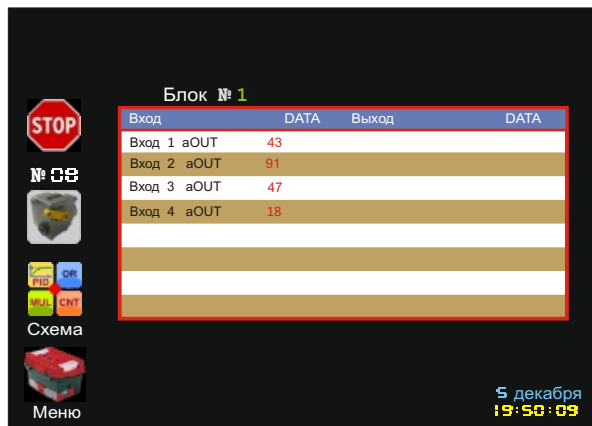

Рис. 32. Меню "Процесс" (Блок "Аналоговый вывод")
9.1.17 В меню **Процесс** блок Аналоговый вывод представлен в виде таблицы, в которой находится информация о состоянии всех 4-х входов блока в данный момент времени (Рис. 32).